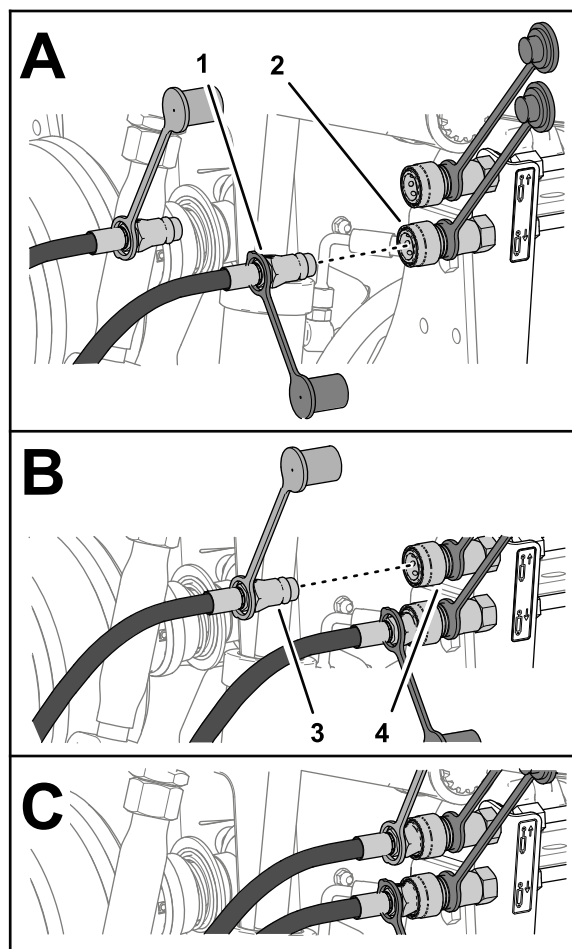

Figure 33
4. Branchez le raccord rapide du flexible de déploiement de vérin au raccord rapide du circuit d'abaissement d'accessoire arrière (Figure 33).